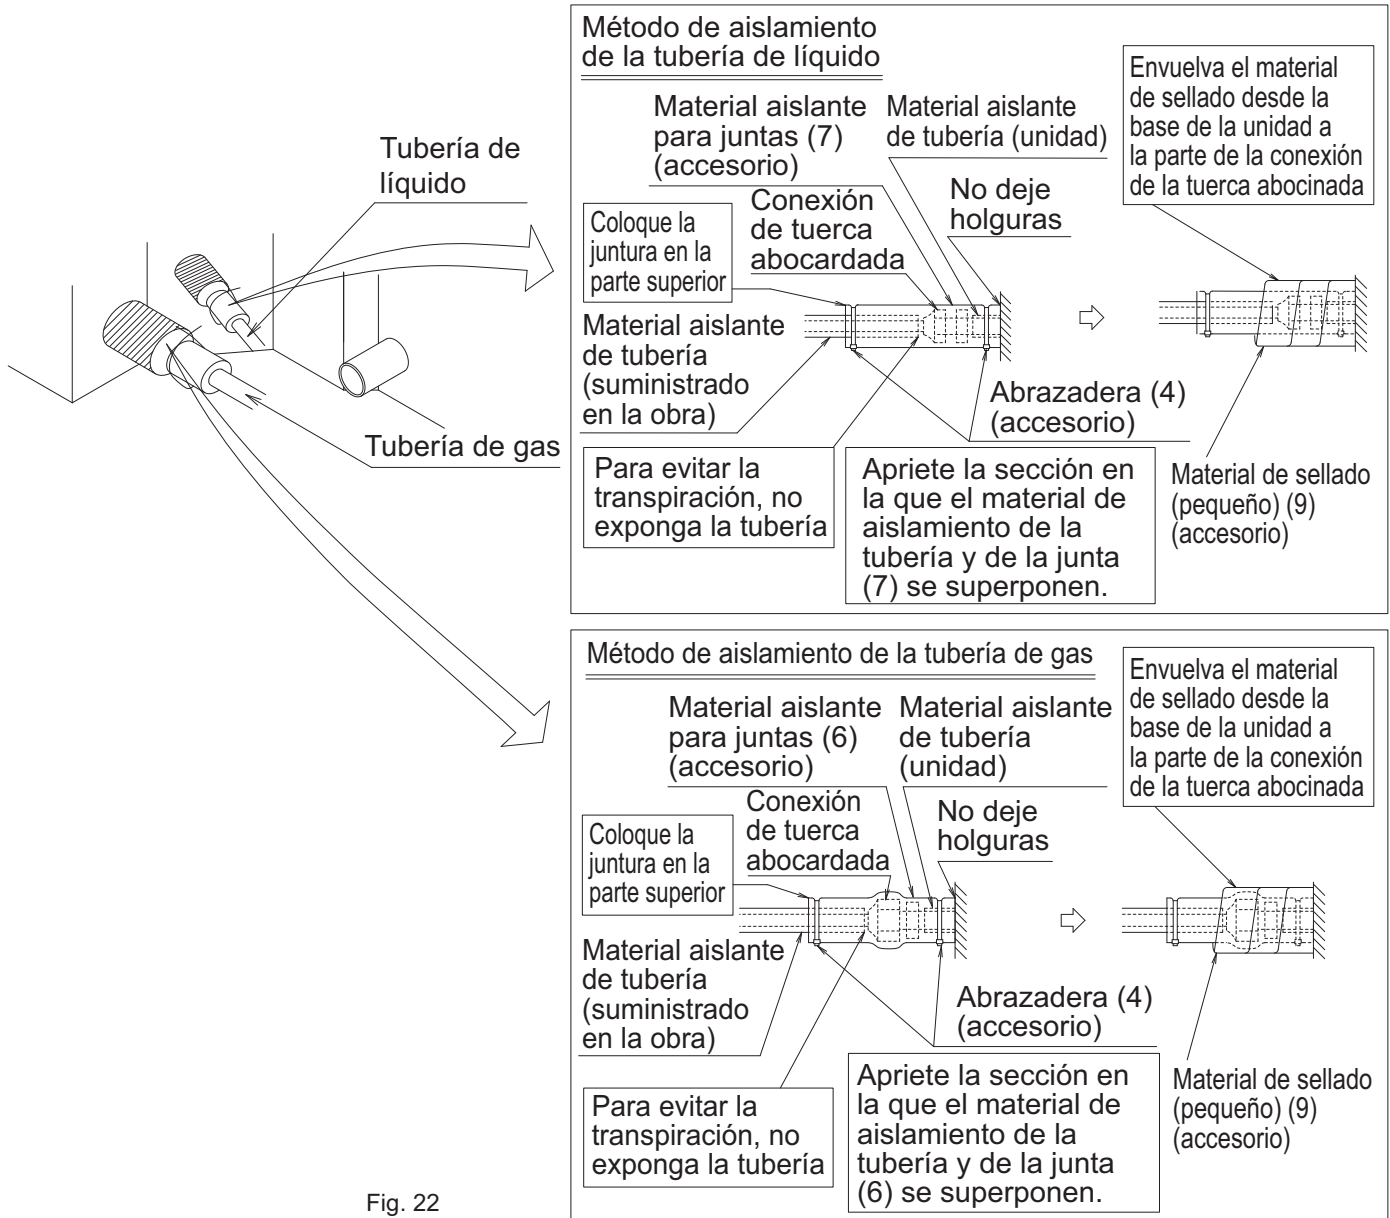

Fig. 22
- Una vez realizada la prueba de fugas, aisle las conexiones de las tuberías de gas y líquido con el material aislante para juntas suministrado (6) y (7), a fin de evitar que las tuberías queden expuestas. **(Consulte la Fig. 22)**